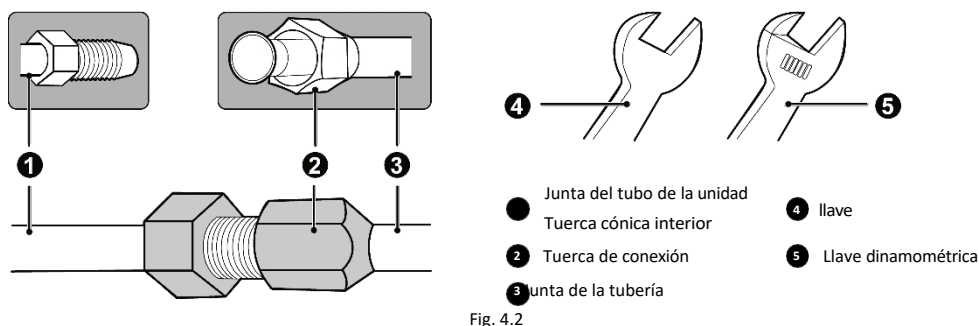

Fig. 4.2
- 1 Coloque el orificio abocinado del tubo de cobre en el centro de la junta roscada y, a continuación, apriete la tuerca abocinada a mano tal y como se indica en la fig. 4.2.